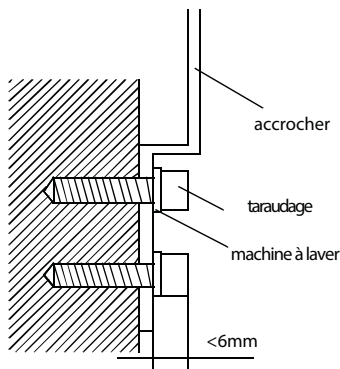

Fig. 10 — Suspension du module intérieur
3. Une fois les crochets ancrés, soulevez le module et déposez-le sur les crochets. Vérifiez que les crochets sont correctement situés derrière le module (consultez la figure 10).